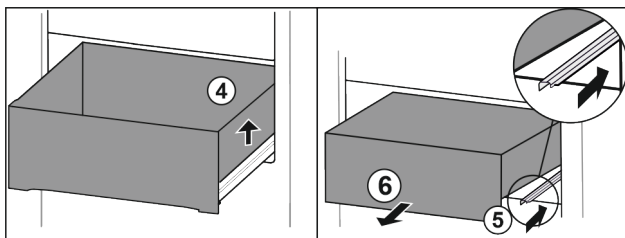

Fig. 32
- ▶ Nadzvedněte zásuvku vpravo. Fig. 32 (4)
- ▶ Zasuňte pravou kolejničku. Fig. 32 (5)
- ▶ Vyjměte zásuvku dopředu. Fig. 32 (6)